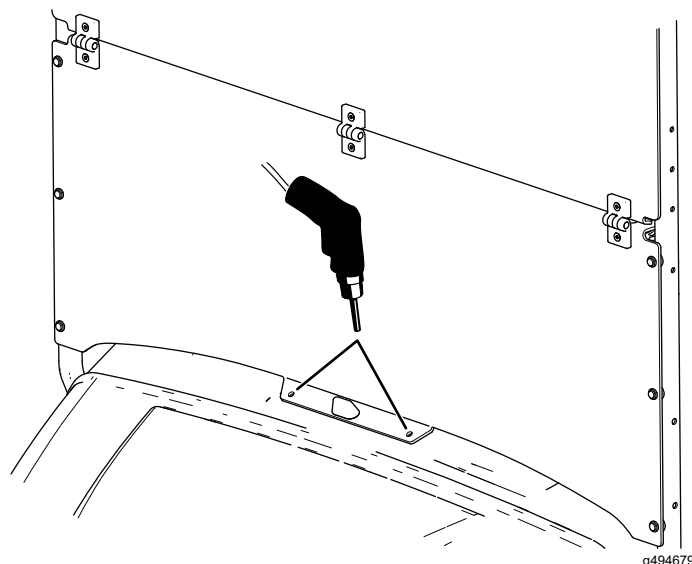

Bild 9
5. Verwenden Sie die Windschutzscheibe als Vorlage und bohren Sie 2 Löcher (8 mm) in das Armaturenbrett (Bild 9).